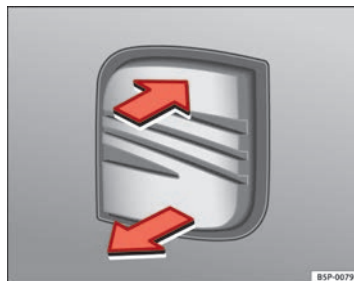

Fig. 51 Portón trasero:
- Tire de la maneta y levante el portón ⇒ fig. 51. El portón se abre automáticamente.